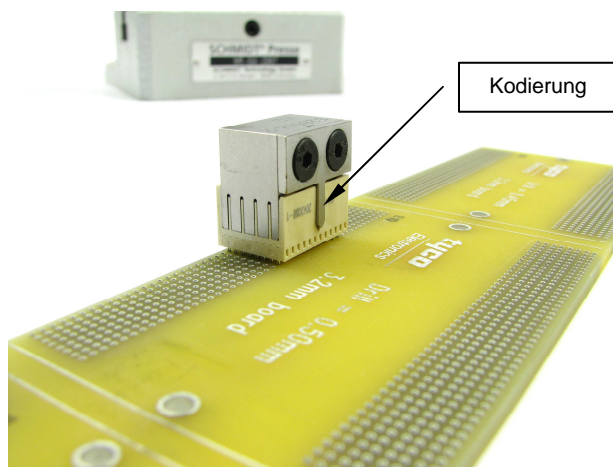

Abbildung 6
2. Danach wird der Eindrück-Block auf die Messerleiste gesetzt. Die flache Seite zeigt dabei noch oben. Die Kodierung verhindert, dass der Eindrückblock falsch herum eingesetzt werden kann (siehe Abbildung 6).